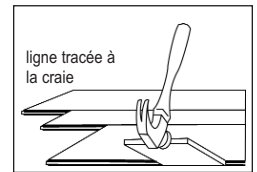

Figure 11
- Il pourra être nécessaire d'aligner le produit avec une retaille coupée, comme indiqué (figure 11 – garder la retaille à un angle bas pour éviter d'endommager la bordure).